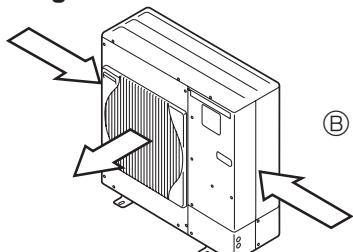

Fig. 2-4
- ③ Posicione a unidade de forma a que o ar seja libertado perpendicularmente à direcção do vento, se possível. (Fig. 2-4)
- ④ Guia de ar
- ⑤ Direcção do vento